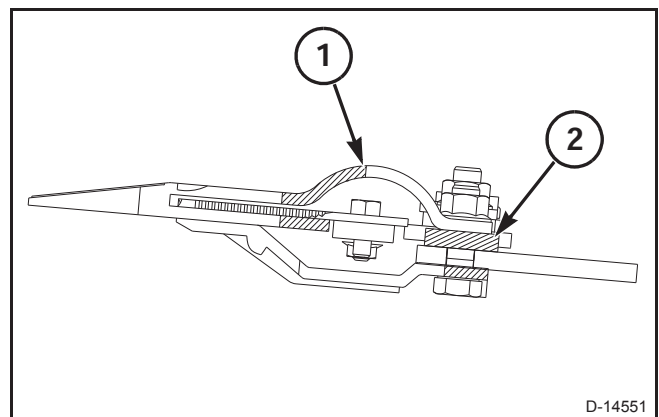

FIG. 55
FIG. 55: Para instalar las protecciones, inserte suavemente la protección (1) en la barra espaciadora (2). Después de que esté en la posición correcta, instale el conjunto de los rodillos y el herraje de fijación, pero no lo apriete por completo